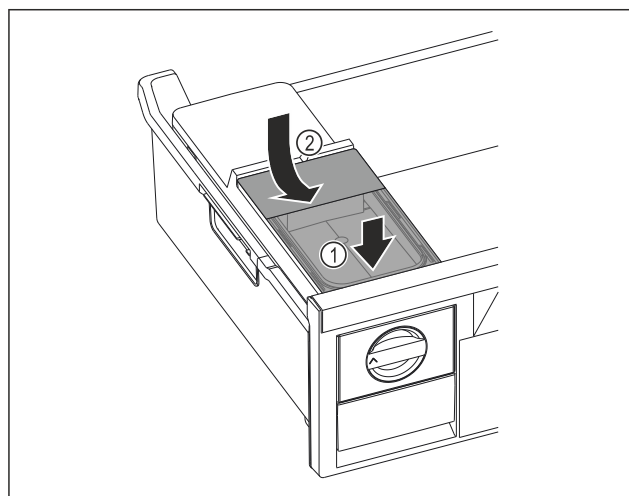

Fig. 153
- Wassertank vorne ansetzen. Fig. 153 (1)
- Wassertank hinten absenken. Fig. 153 (2)